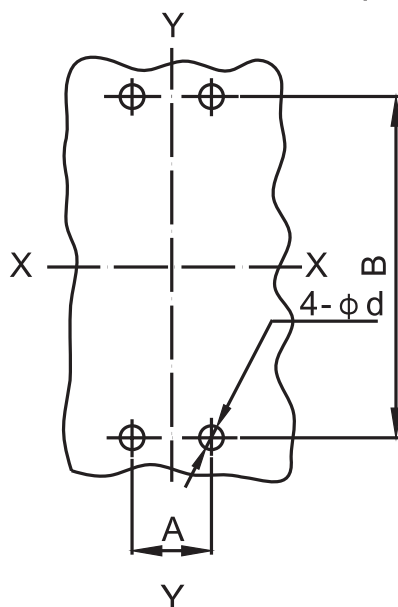

图5 板前接线安装板开孔尺寸
(3) 板前接线安装板开孔尺寸见图5、表11 (X-X、Y-Y为断路器中心)